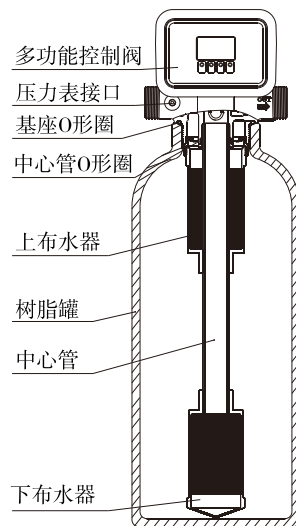

图1-1
①安装控制阀
- 按图1-1所示，把中心管与下布水器先用胶固化联接，然后放入罐体底部，将超过罐口部分的中心管截断并外部倒角。